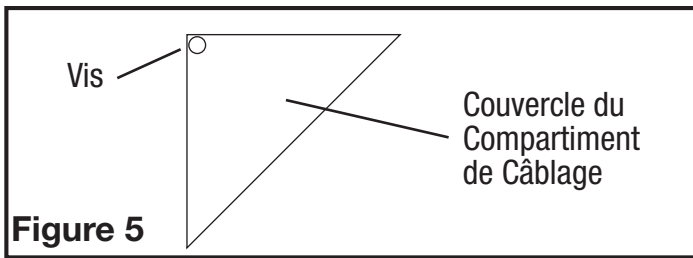

Figure 5
- Compartiment de Câblage Extérieur : Enlever la vis du couvercle du compartiment à câblage et mettre ce couvercle dans un endroit fiable (Figure 5).